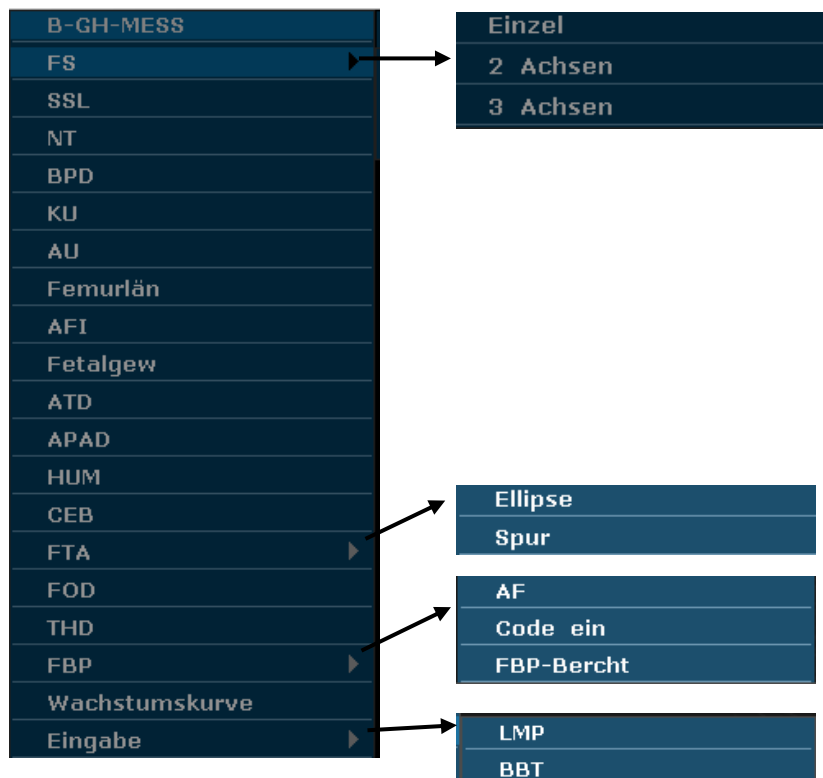

Abbildung 8-1 GH- Mess- und Berechnungsmenü
3. Drücken Sie auf **Measure(Messung)**, um die Anwendungsmessfunktion zu aktivieren. Das System zeigt das Messungsmenü wie in Abbildung 8-1.